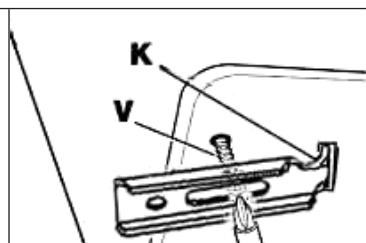

Abbildung 7
- Entfernen Sie den Schutzstreifen von der Dichtung. Führen Sie die Haken in die entsprechenden Gehäuse (K) am Kochfeld ein und setzen Sie diese in das Loch im Gehäuse ein. Befestigen Sie die Dichtung mit den entsprechenden Befestigungsschrauben (V) (siehe Abbildung 7).
- Um an das Schaltpult und das Netzkabel zu gelangen, muss das Kochfeld durch Lösen der entsprechenden Befestigungsschrauben (V) aus dem Gehäuse entfernt werden (siehe Abbildung 7).